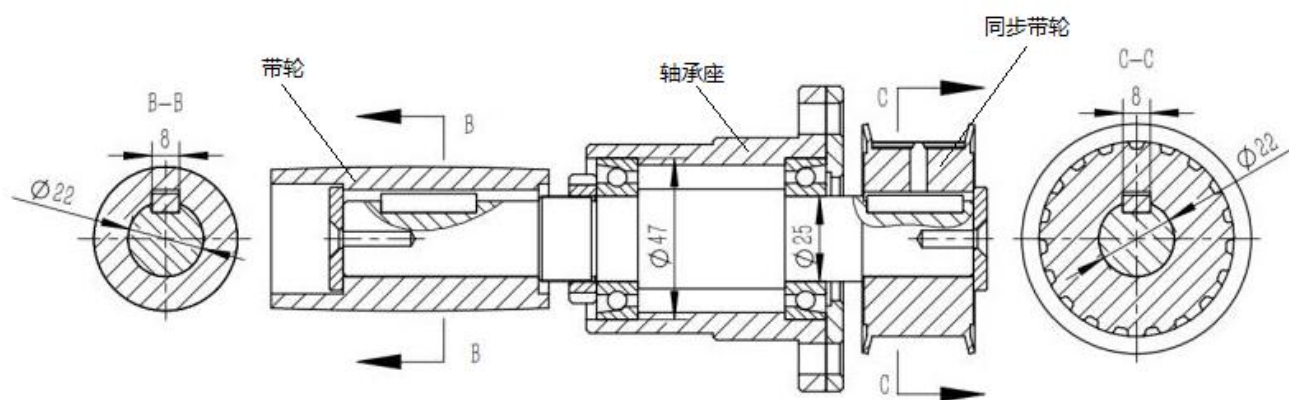

图 1-1 传动机构装配图
如图 1-1 为一直齿轮减速箱（局部）装配图，图中①-⑦配合，分别为轴径 $\phi 54$ 与齿轮、轴径 $\phi 50$ 与轴套、轴径 $\phi 50$ 与轴承内圈、轴承外圈与箱体孔 $\phi 110$ 、端盖定位轴径与箱体孔 $\phi 110$ 、平键（宽为 14）与轴上键槽、平键与齿轮内孔上的键槽共 7 处的配合。试完成装配图和图 2 所示轴的精度设计。
- (1) 写出①-⑦的配合尺寸符号（不在图中标注，在空白处写上序号及配合）；